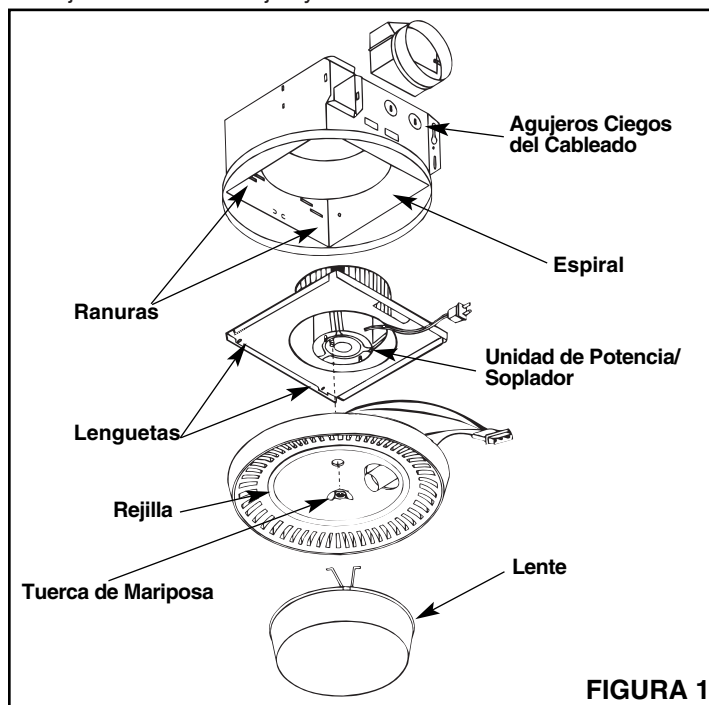

FIGURA 1
- Refiérase a la Figura 1.** Saque el conjunto de la unidad de potencia/soplador de la caja.
1. **Refiérase a la Figura 1.** Coloque el collarín del conducto sobre las bridas en la abertura de descarga del ventilador. Fije el collarín encajando las lengüetas a presión en las ranuras de las bridas.
1. **Refiérase a la Figura 1.** Coloque la unidad de potencia/soplador en la caja para que las lengüetas de la placa de montaje se inserten en las ranuras de la caja.
4. **Refiérase a la Figura 1.** Saque la unidad de potencia/soplador de la caja.